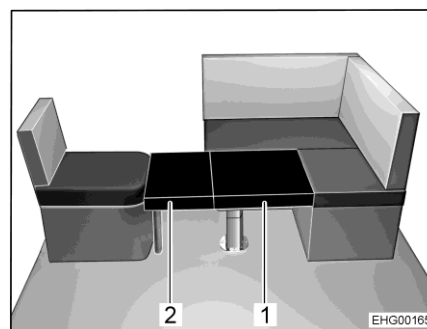
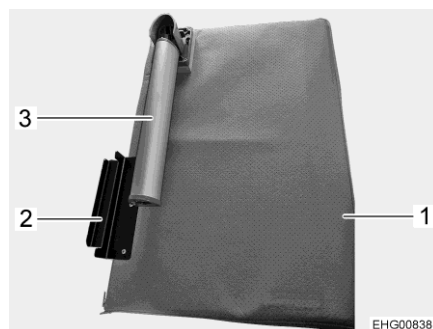

Fig. 121 Después de la transformación
Fig. 122 Tabla adicional
- Desplegar la pata de soporte (Fig. 122,3) en la tabla adicional (Fig. 122,1).
- Enganchar el soporte de fijación (Fig. 122,2) de la tabla adicional en el asiento individual y colocar el cojín adicional (Fig. 121,2) en el tablero de la mesa.
- Colocar el segundo cojín adicional (Fig. 121,1) sobre la tablero de la mesa.